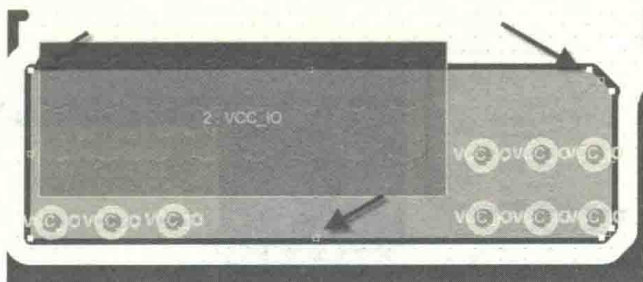

图 9-103 敷铜的形状及大小调整
(1) 敷铜的直接编辑: 单击选中需要编辑的敷铜, 选中之后, 即可看到此块敷铜的四周有一些白色“小点”, 如图 9-103 所示, 将鼠标指针放在白色“小点”上拖动, 可以对此块敷铜的形状及大小进行调整, 调整完成之后, 记得对此块敷铜进行敷铜刷新(在敷铜上单击鼠标右键, 选择执行命令“Polygon Actions-Repour Selected”)。